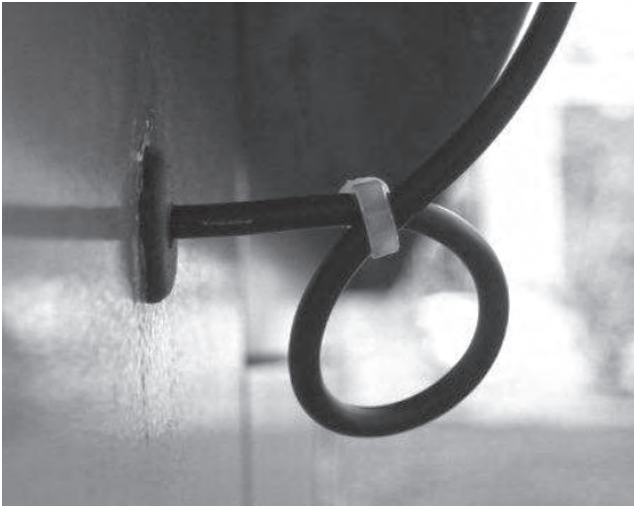

Figura 2
5. En el exterior de la caja, haga un bucle con el cable de la antena y fíjelo con precinto (Figura 2) para evitar que ingrese agua a la unidad.